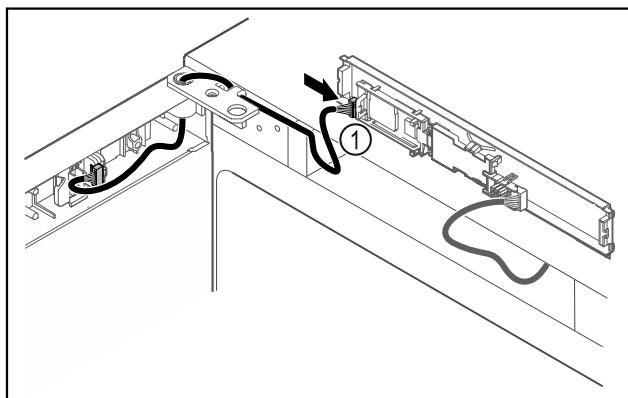

Fig. 44
- Nataknite utikač Fig. 44 (1) na tiskanu pločicu.